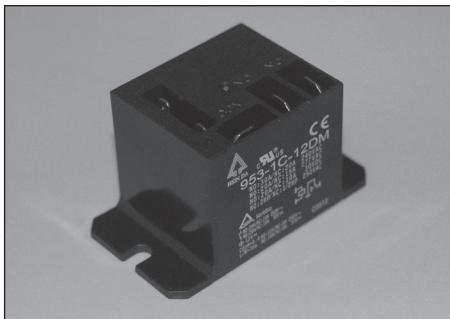

Figura 10
1. Montar el módulo disyuntor de alimentación, **Figura 10**, tan cerca del quemador de aceite como sea posible.